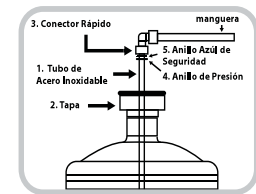
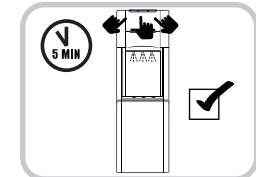

Fig.1
Fig.2
3. Instalación de la conexión de la bomba para el botellón de agua (Fig. 1)
**A.** Coloque un botellón de agua de 3 o 5 galones afuera de la unidad, al frente de la puerta abierta del gabinete. introduzca el tubo de acero inoxidable (1) dentro del botellón con al menos un galón de agua (inserte el extremo doblado del tubo en el botellón). Una parte del tubo estará expuesto sobre el cuello de la botella. Es normal tener una porción adicional expuesta del tubo cuando se utiliza un botellón de agua de 3 galones.
**B.** Deslice la tapa (2) sobre el tubo y presiónela en la apertura del botellón para asegurarla.
5. Conecte el dispensador al tomacorriente. Por favor revise antes las secciones de INSTRUCCIONES IMPORTANTES DE SEGURIDAD y GUÍA DE INSTALACIÓN. La unidad empezará a llenar los tanques de agua fría y caliente (esto tomará aproximadamente 5 minutos). Permita que el agua se asiente en los tanques de agua caliente y fría por lo menos 5 minutos. Presione en cada una de las llaves (caliente y fría) para confirmar que el agua está corriendo por la unidad. (Fig. 2).